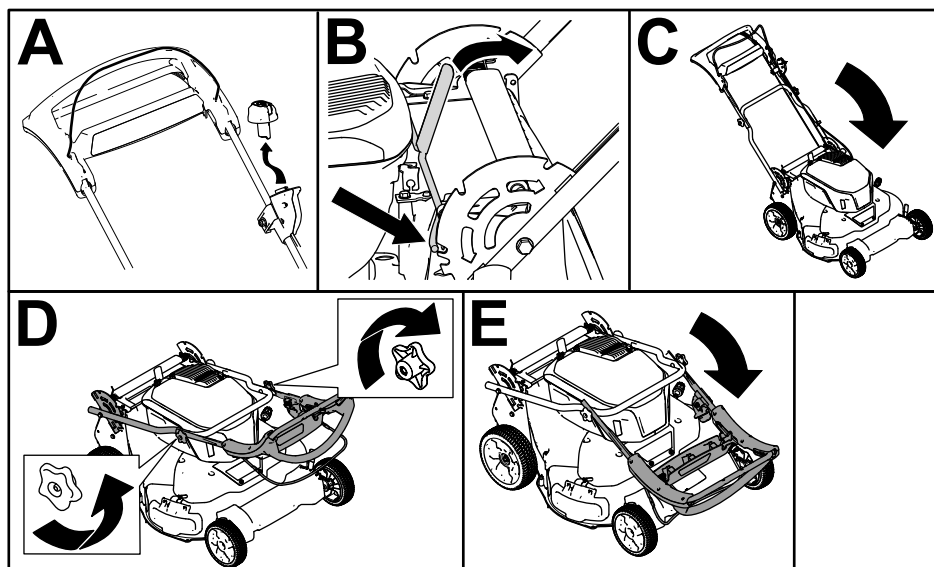

Figure 22
1. Retirez le bouton de démarrage électrique (A de Figure 22).
2. Poussez le levier de blocage du guidon vers l'arrière pour désengager les goupilles de blocage du guidon (B de Figure 22).
3. Abaissez le guidon vers l'avant de la machine (C de Figure 22).
4. Desserrez les boutons qui fixent la partie supérieure du guidon (D de Figure 22).
5. Abaissez la partie supérieure du guidon (E de Figure 22).